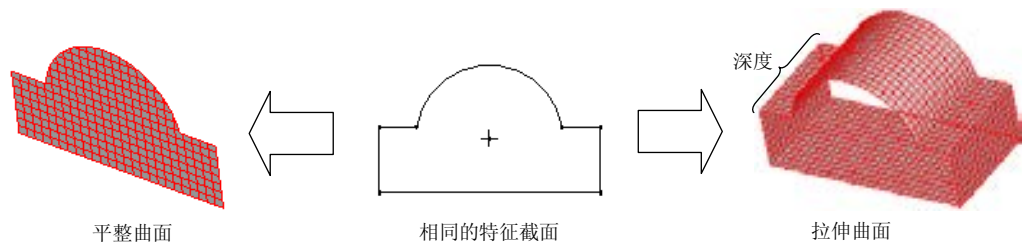

图 6.2.3 平整曲面与拉伸曲面
编辑(E) 下拉菜单中的 **填充(L)...** 命令是用于创建平整曲面——填充特征，它创建的是一个二维平面特征。利用 **拉伸(E)...** 命令也可创建某些平整曲面，不过 **拉伸(E)...** 有深度参数而 **填充(L)...** 无深度参数（图 6.2.3）。